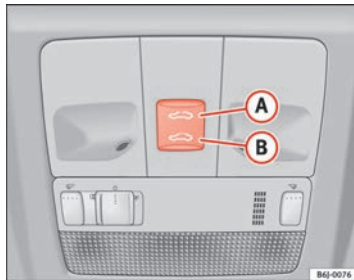

Abb. 51 Panoramadach / Ausstelldach
- Wird der Taster **B** ⇒ Abb. 51 ⇒ **△** betätigt und betätigt gehalten, führt das Dach die Schließbewegung aus, bis der Taster wieder losgelassen wird.